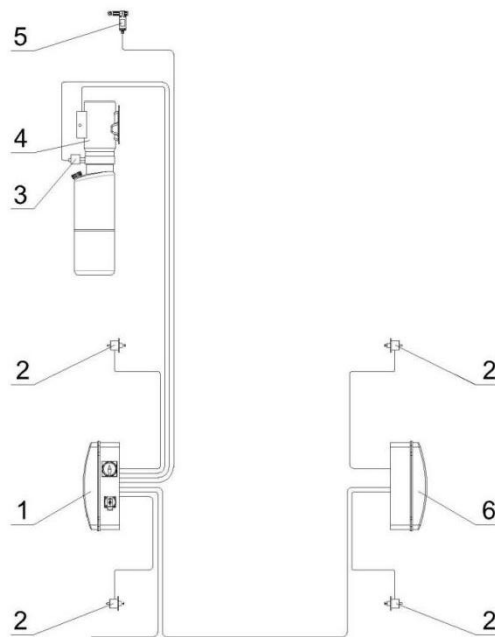

Bild 15 Elektrischer Schaltplan
7.8 Montieren Sie das Aggregat und den Steuerkasten an der Hauptsäule und befestigen Sie diese mit Schrauben und Muttern. Bringen Sie den Elektromagneten sowie die Sicherungsplatte (siehe Abbildung 10) und den Endschalter der Hauptsäule an. Anschließend führen Sie die Verkabelung gemäß dem Schaltplan in Abbildung 15 durch. Bei der Erstinstallation und Inbetriebnahme der Hebebühne prüfen Sie während der Verkabelung die Drehrichtung des Motors (im Uhrzeigersinn). Ein längerer Betrieb des Motors mit falscher Drehrichtung kann die Zahnradpumpe beschädigen.